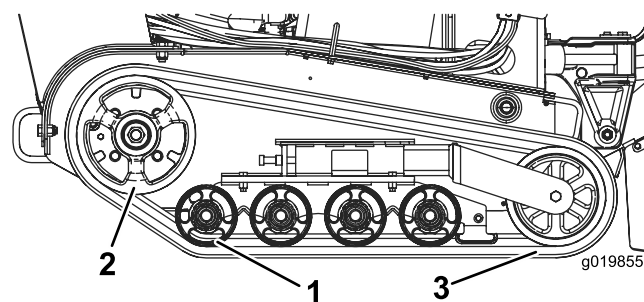

Figura 46
**Importante:** Asegúrese de limpiar completamente las ruedas de rodaje y la rueda motriz (Figura 46). Las ruedas de rodaje deben rodar libremente cuando están limpias.
8. Empezando en la rueda motriz, pase la oruga nueva alrededor de la rueda, asegurándose de que los dientes de la oruga encajen entre los espaciadores de la rueda (Figura 46).
9. Introduzca la oruga por debajo y entre las ruedas de rodaje trasera y central (Figura 46).